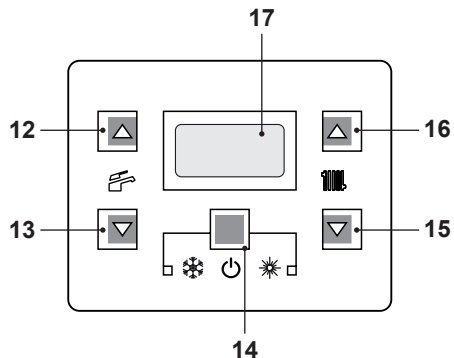
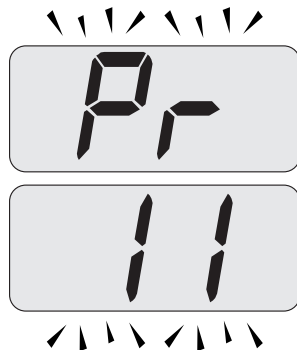
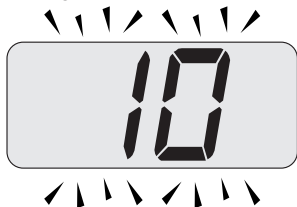

Figura 5.43
Figura 5.45
Figura 5.46
Comunque se la temperatura ambiente non dovesse essere confortevole si può aumentare o diminuire la temperatura di mandata dell'impianto riscaldamento di $\pm 15^\circ\text{C}$ agendo sui tasti 15 (diminuzione) e 16 (aumento) (Figura 5.43).
- Entrare in "modalità programmazione" premendo contemporaneamente per 10 secondi i tasti 14 - 15 - 16 (Figura 5.43) fino a far apparire sul display LCD le lettere **Pr** che si alternano con il codice **11**, indicanti l'entrata nel "parametro 11" (Figura 5.45).
- Scorrere i vari parametri utilizzando i tasti 15 o 16 fino a far apparire sul display LCD le lettere **Pr** che si alternano con il codice **11**, indicanti l'entrata nel "parametro 11" (Figura 5.45).
- Premere contemporaneamente i tasti 14 e 16 (Figura 5.43) fino a far apparire sul display LCD il valore del parametro 11 (10=60 secondi) (Figura 5.46).
- Premendo il tasto 14 (Figura 5.43) si ottiene la conferma del valore inserito.
- Premendo contemporaneamente i tasti 14 e 15 (Figura 5.43) si esce senza modificare il valore (ritorno alla lista parametri Figura 5.45)
- Premendo contemporaneamente per 10 secondi i tasti 14 - 15 - 16 (Figura 5.43) si esce dalla "modalità programmazione".